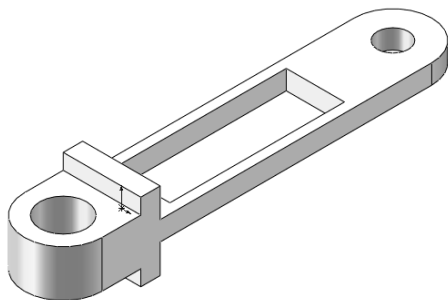

图 5-8 大臂
本例绘制的大臂如图 5-8 所示。
10) 拉伸实体。选择菜单栏中的“插入”→“凸台/基体”→“拉伸”命令，或者单击“特征”面板中的 $\text{P}$ （拉伸凸台/基体）按钮，系统弹出图 5-22 所示的“凸台-拉伸”属性管理器。设置拉伸终止条件为“两侧对称”，输入拉伸距离为“12 mm”，然后单击 $\checkmark$ （确定）按钮，结果如图 5-8 所示。